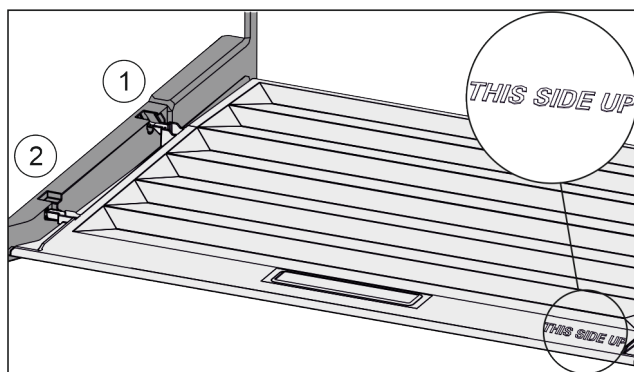

Fig. 85
- ▶ Ramiona pokrywy wprowadzic ponad otworem tylnego uchwytu Fig. 85 (1) i zazebi z przodu w uchwycie Fig. 85 (2).